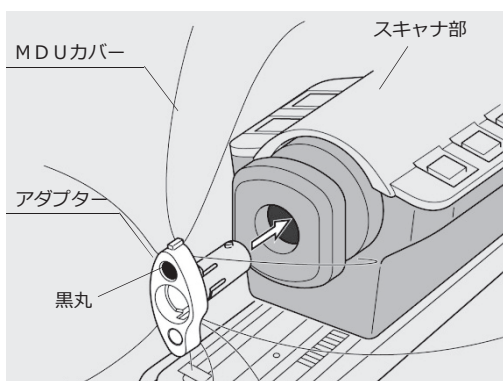

図1 MDUカバーの取り付け
- (1) 専用装置の使用法に従い、専用装置の電源をONにする。
- (2) 専用装置のモータドライブユニット（以下、MDU）のスキナ部を最も後方に引く。続けて、MDUカバーを包装袋から取り出し、MDUにかぶせ、アダプターをスキナ部に接続する（図1）。このとき、アダプター前面の黒丸が上部になるようにアダプターをスキナ部に挿入し、アダプターがスキナ部の奥に突き当たって止まるまで差し込む。